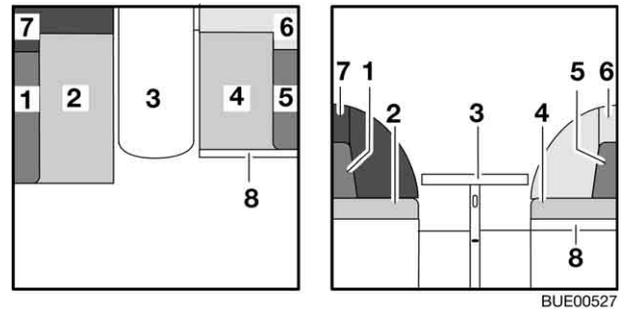

Bild 67 Vor dem Umbau
- Tisch (Bild 67,3) zum Bettunterbau umbauen (siehe Abschnitt 6.9).